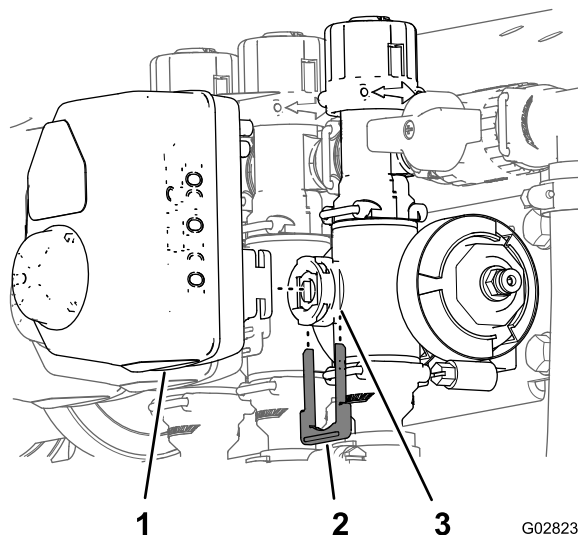

図3
1. アクチュエータを個別ブームバルブまたは攪拌バルブ用のマニホールドバルブに固定しているリテーナを外す 図3。